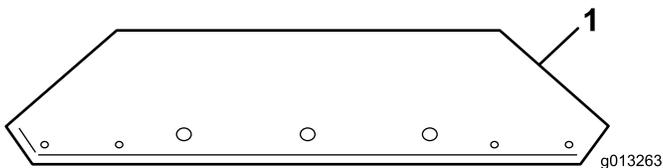
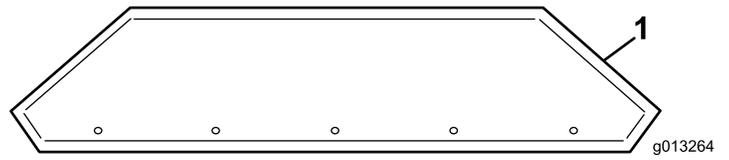

图10
图11
1. 将料斗延长组件从盒子中卸下，并确定前部和后部 (图10 和 图11)。